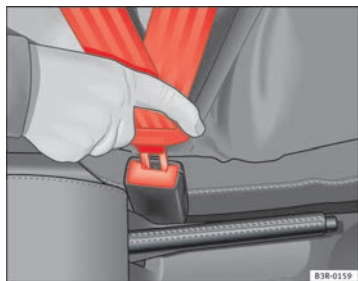

Fig. 11 Blocchetto di aggancio e linguetta della cintura di sicurezza
- Inserire la linguetta della cintura nel bloccetto di aggancio del sedile corrispondente facendole effettuare lo scatto d'innesto → fig. 11.